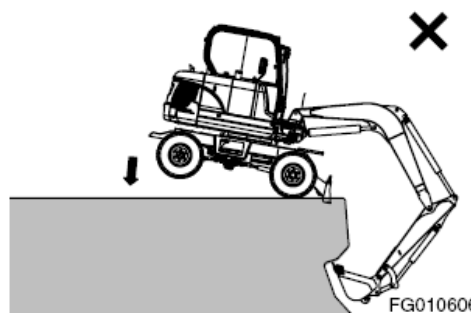

Figura 55
8. No utilice el peso de la máquina para producir fuerza de rotura adicional. Consulte Figura 55.